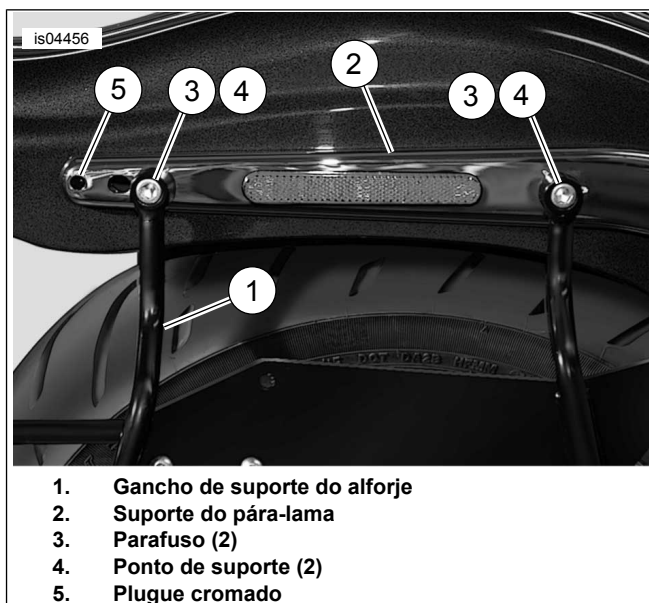

Figura 9. Instalação do gancho de suporte do alforje
1. Veja a Figura 9. Instale o gancho do suporte do alforje (1) no suporte do pára-lama (2) e no pára-lama usando dois parafusos (3) e a chapa com pinos original.
3. Se estiver usando ferragens de suporte, instale pontos de suporte (4) entre o suporte do pára-lama e o gancho do suporte do alforje.
4. Empurre o plugue cromado (5) do kit de fiação dentro do furo para cobrir o local do pisca-pisca original.